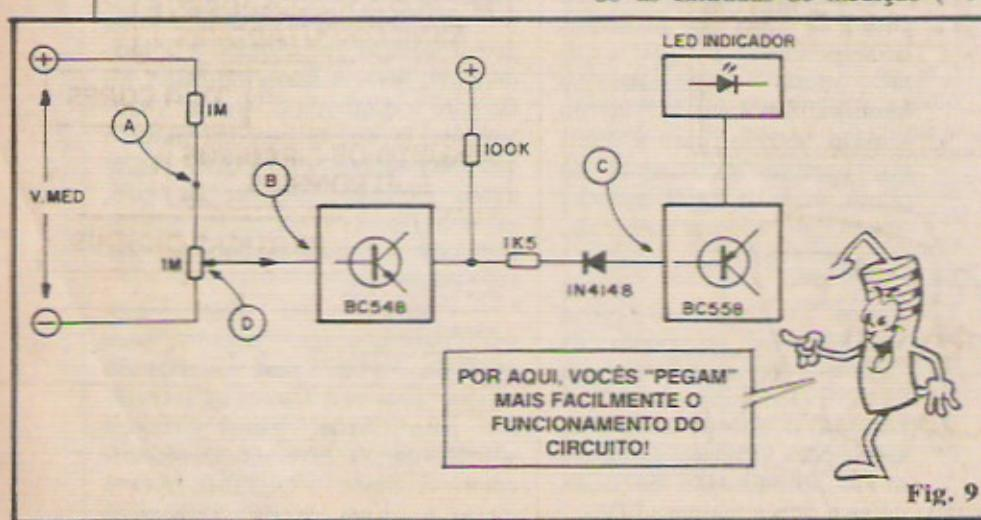

Fig. 9
- FIG. 9 - Diagrama de blocos do circuito da MP-20. Observando os módulos, e mais o esquema da fig. 1, não é difícil notar que o conjunto forma um relativamente simples amplificador, baseado em dois transistores, com acoplamento praticamente direto (isso não é problema, pois como vimos nas "Lições" sobre os Transistores Bipolares, ao trabalharmos com sinais em C.C. o acoplamento direto é elementar...). Logo de inicio, temos um simples divisor resistivo de Tensão, estruturado na "pilha" formada pelo resistor de 1M e potenciômetro também de 1M. Com tal disposição, temos um pré-dimensionamento da Tensão no ponto "A" central do divisor (a "voltagem" af será sempre a metade do valor aplicado às Entradas de medição ("V-